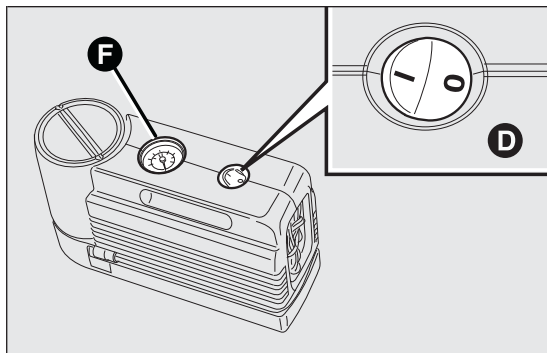
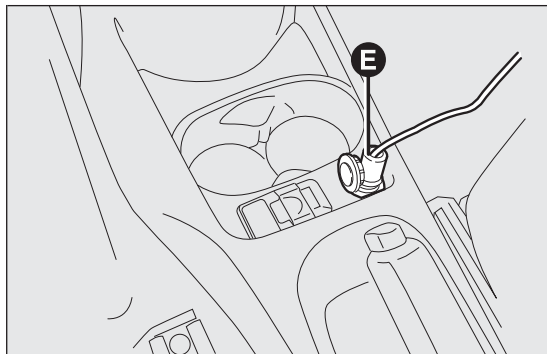

fig. 105
fig. 106
- s'assurer que l'interrupteur D fig. 105 du compresseur est en position 0 (éteint), démarrer le moteur, insérer la goupille E fig. 106 dans la prise de courant et actionner le compresseur en plaçant l'interrupteur D fig. 105 en position I (allumé). Gonfler le pneu à la pression indiquée dans le paragraphe « Pression de gonflage » du chapitre « Caractéristiques Techniques ».
Pour obtenir une lecture plus précise, il est conseillé de vérifier la valeur de la pression sur le manomètre F fig. 105 lorsque le compresseur est éteint ;